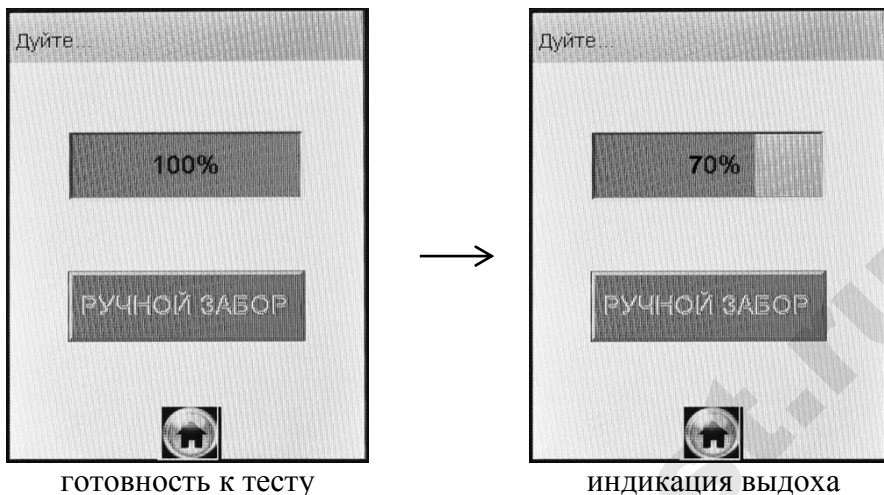

Рисунок 23 – Режим скрининга
Выберите режим скрининга . На сенсорном экране появится сообщение о готовности к тесту (рисунок 23, слева).
2.12.4 Если обследуемый обеспечивает требуемый расход выдыхаемого воздуха, во время выдоха звучит опорный звуковой сигнал, и на индикаторе продолжительности выдоха предьявляется оставшееся время выдоха в процентах (рисунок 23, справа). Выдох следует прекратить по окончании опорного звукового сигнала. Ана-